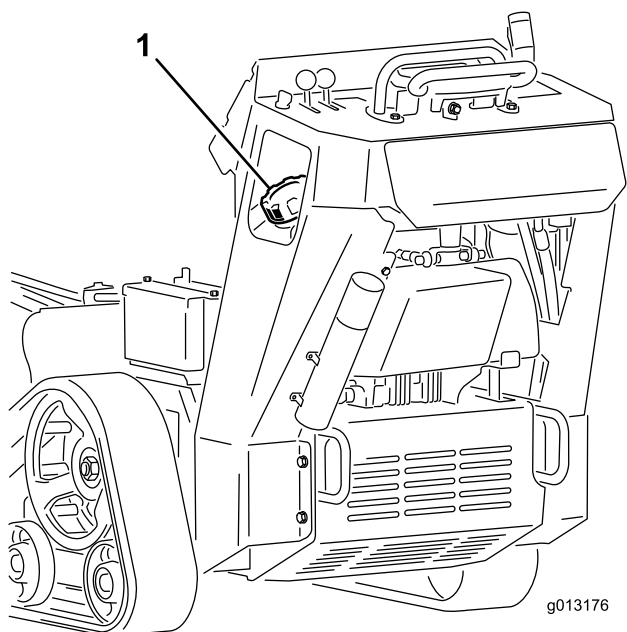

Figura 16
3. Limpie la zona alrededor del tapón del depósito de combustible y retire el tapón (Figura 16).